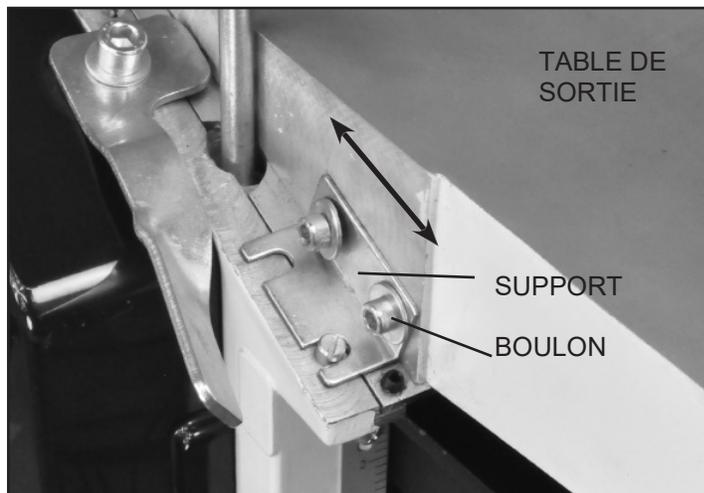

FIG. 19
6. Pour régler la HAUTEUR de la table, desserrez les boulons hexagonaux qui fixent les supports (# 158) sur le côté de la table de sortie. Faites glisser soigneusement la table vers l'avant ou vers l'arrière pour changer la hauteur de la table. FIG. 19. Re-attachez les boulons hexagonaux du support une fois que les deux tables sont à égalité l'une avec l'autre.